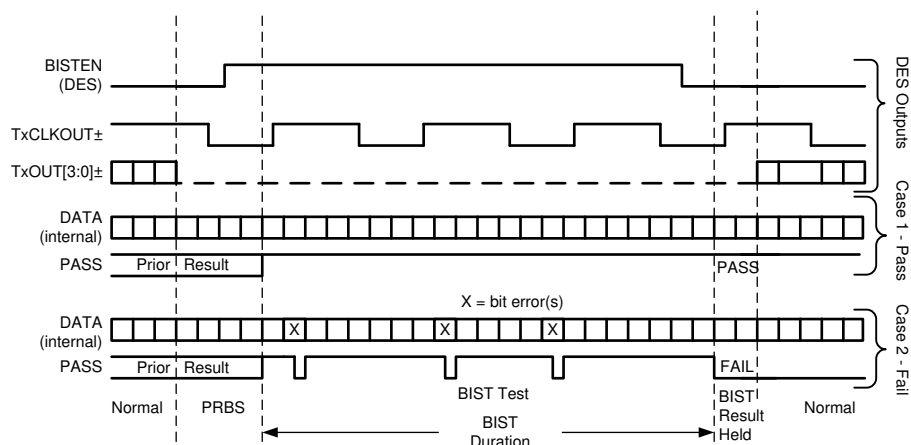

图 8-11. 与解串器信号结合的 BIST 波形
**第 4 步:** 在解串器 BISTEN 引脚变为低电平后, 链路恢复正常工作。图 8-11 展示了两种情况下典型 BIST 测试的波形图。案例 1 无错误, 案例 2 显示一个具有多个错误的示例。在大多数情况下, 由于链路的稳健性 (差分数据传输等) 很难产生错误, 因此可以通过大大延长电缆长度或使互连介质发生故障来引入错误。